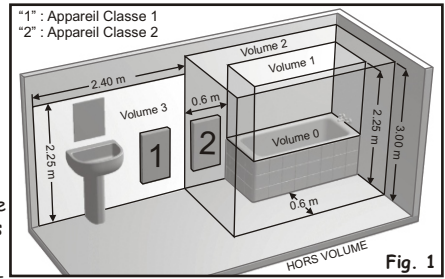

Fig. 1
- Cet appareil peut être installé dans le volume 2 ou le volume 3 (Fig.1) à condition que l'alimentation électrique soit protégée par un dispositif différentiel résiduel de courant assigné au plus égal à 30mA.
- Cet appareil doit être raccordé à un poste fixe, en position horizontale, grille de sortie d'air vers le haut et selon les prescriptions en vigueur (fig.1 et 2).